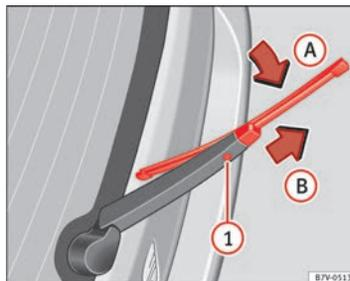

Fig. 161 Cambio de la escobilla de la luneta.
- Pliegue la escobilla por arriba hacia el brazo del limpiaparabrisas ⇒ fig. 161 (flecha A).
- Mantenga presionada la tecla de desbloqueo ① y tire al mismo tiempo de la escobilla en el sentido que indica la flecha ②. Es probable que tenga que emplear mucha fuerza.
- Inserte en el brazo limpiaparabrisas una escobilla nueva **de la misma longitud y tipo**, en sentido contrario a la flecha ② hasta que encastre. Para ello, la escobilla debe estar en posición recogida (flecha A).